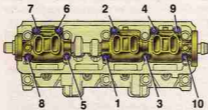

Рис. 2.55. Порядок затягивания гаек крепления корпусов подшипников распределительного вала
1. Предварительно затянута гайки в последовательности, указанной на рис. 2.55, до прилегания поверхностей корпусов подшипников к головке цилиндров, следя за тем, чтобы установочные втулки корпусов свободно вошли в свои гнезда.